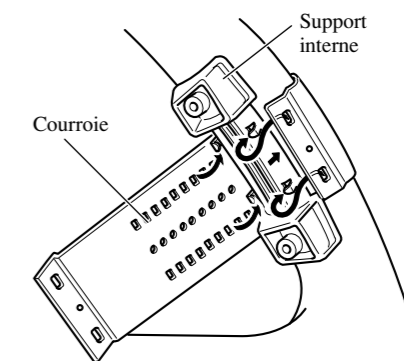

Fig. 14
1. Fixer le support interne à la circonférence intérieure du volant de direction avec la courroie. (Fig. 14)